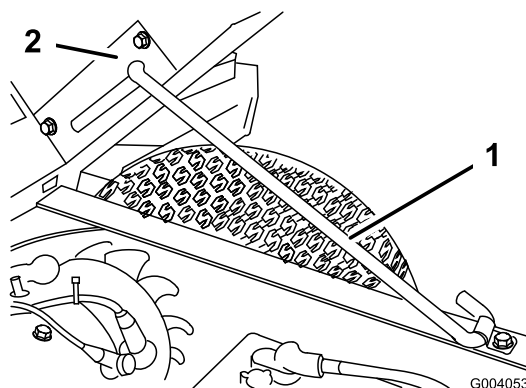

Figura 28
2. Tirate l'asta di supporto nella fessura di arresto per ancorare il cassone (Figura 28).